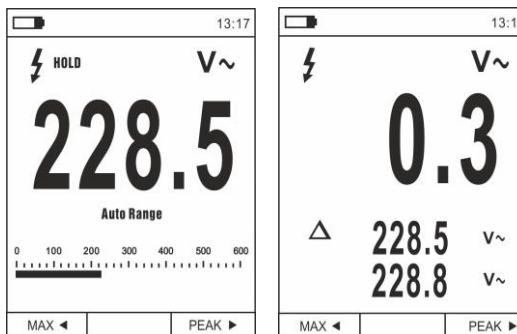

Fig. 8 Relative Messung
1. Drücken Sie die Taste **HOLD/REL** um in den relativen Messmodus einzutreten (siehe Fig.8 - rechter Teil). Das Gerät stellt das Display auf Null und speichert den angegebenen Wert als Bezugswert. Alle folgenden Messungen werden auf diesen Wert bezogen. Das Symbol "Δ" erscheint im Display. Die Funktionen "MAX/MIN" und "PEAK" sind in diesem Betriebsmodus nicht aktiv.